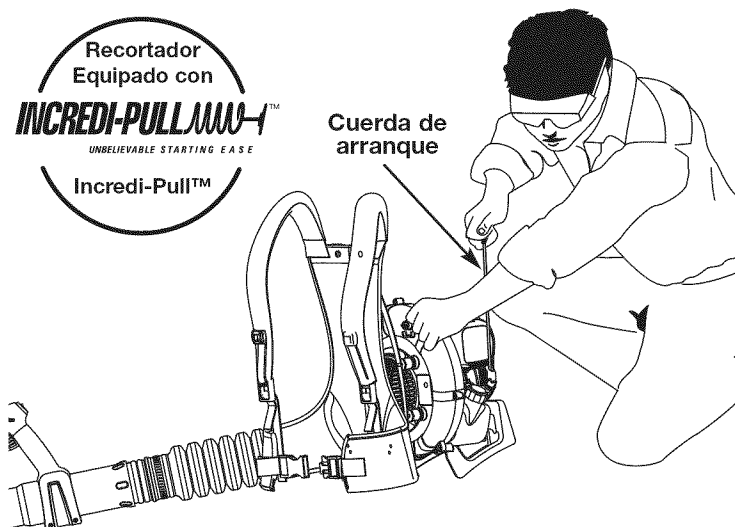

Fig. 17
**ADVERTENCIA:** Evite los arranques accidentales. Colóquese en posición de inicio cuando tire de la cuerda de arranque (Fig. 17). El operador y la unidad deben estar en una posición estable al arrancar la unidad para evitar graves lesiones personales. Para evitar lesiones personales graves, asegúrese de que los tubos de la sopladora estén colocados antes de hacer funcionar la unidad.
5. Colóquese en la posición de arranque (Fig. 17) y tire de la cuerda de arranque hasta que sienta un poco de resistencia. Esto es por lo general aproximadamente de 2 a 4 pulgadas. Tire de la cuerda 4 veces con movimientos suaves y rápidos.